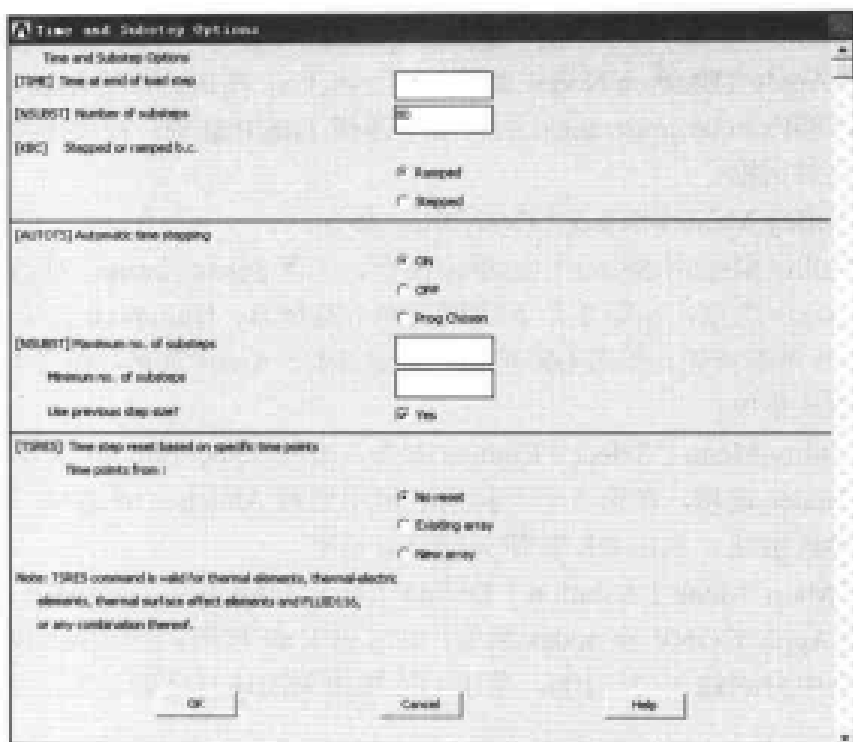

图 9-115 时间和步长设置对话框
(16) 选择 Main Menu | Solution | Load Step Opts | Time/Frequenc | Time and Substps 命令, 出现 Time and Substep Options 对话框, 参照图 9-115 对其进行设置, 单击 OK 按钮关闭该对话框。